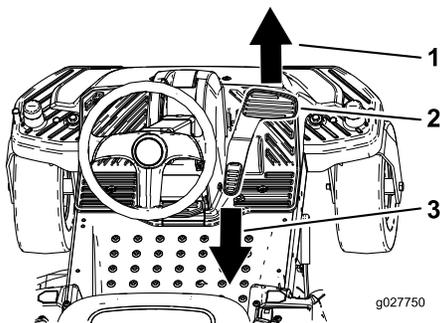

図 14
3. 走行ペダルに足を載せて静かにペダルを踏み込みます、ペダル前部を踏み込むと前進後部を踏み込むと後退します 図 14